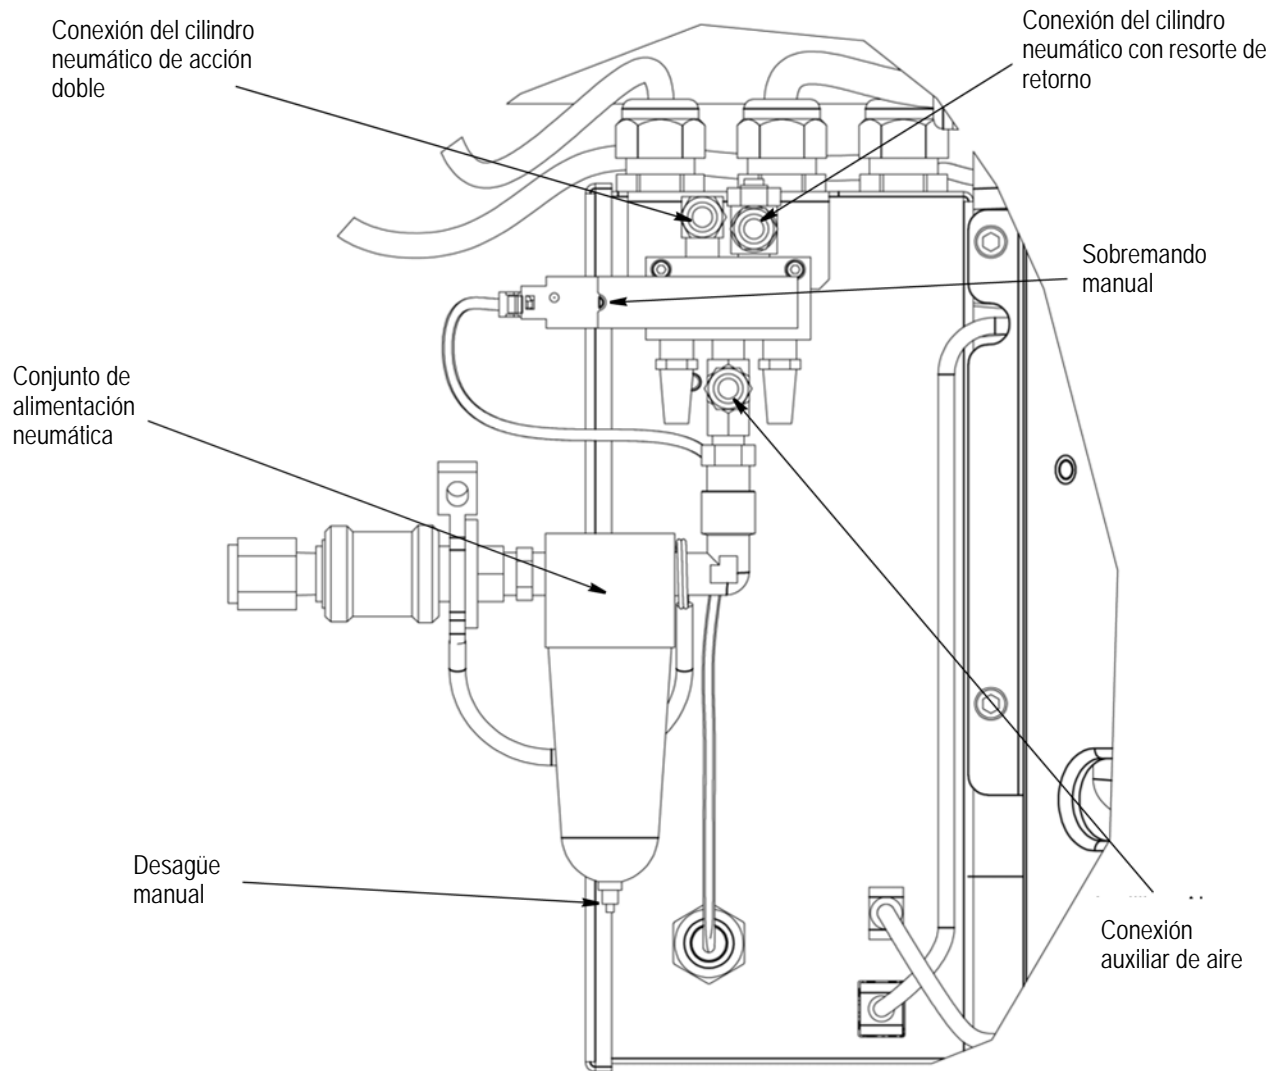

Figura 15
Siga el paso 2 "Procedimiento de instalación para uso del cliente" de la hoja del kit de alimentación neumática 2161209 que se incluye con dicho kit 2161209-1 (Figura 15).
12. Instale el aplicador de alimentación neumática en la placa base y conecte las tomas correspondientes (consulte la Figura 15).
16. Para cerrar el aire, apague el aire y fije el bloqueo en la posición que se indica en la Figura 15. Cierre el bloqueo con un candado (suministrado por el cliente).